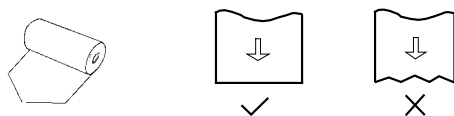

图2-3 纸端式样
(2) 将纸端剪成如图2-3的式样。如果纸端处理不正确，或者不易上纸，或者上纸后容易产生卡纸现象。